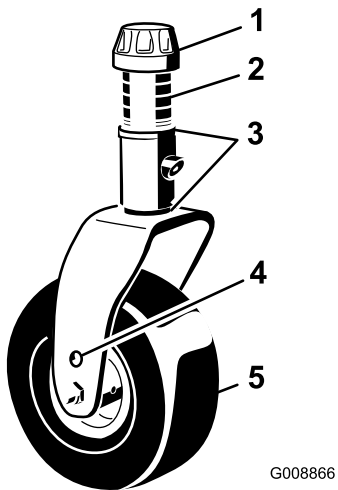
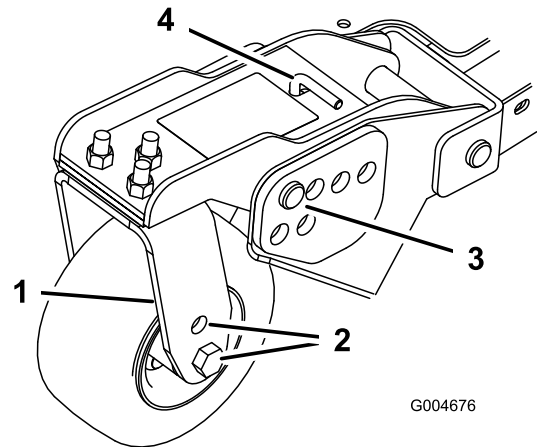
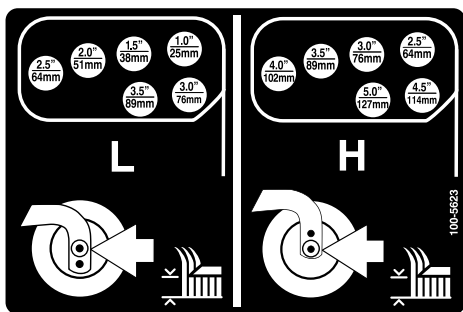

Figure 21
Figure 23
Figure 24
1. Placez les essieux des roues pivotantes dans les mêmes trous sur toutes les fourches (Figure 21 et Figure 23). Pour choisir les trous corrects pour la hauteur de coupe requise, reportez-vous au tableau suivant.
2. Enlevez le chapeau de tension de l'axe de pivot (Figure 21) et sortez l'axe du bras pivotant. Remplacez les 2 cales (3 mm) sur l'axe de pivot comme à l'origine. Elles sont requises pour que les plateaux de coupe soient parfaitement de niveau sur toute la largeur. Placez le nombre requis d'entretoises de 13 mm sur l'axe de pivot pour obtenir la hauteur de coupe voulue, puis ajoutez la rondelle.
4. Enlevez la goupille fendue et les axes de chape des bras pivotant (Figure 23).
5. Tournez la tige de tension pour élever ou abaisser le bras de pivot jusqu'à ce que les trous soient en face de ceux du support de hauteur de coupe sélectionnés dans le bâti du plateau de coupe (Figure 23 et Figure 24).